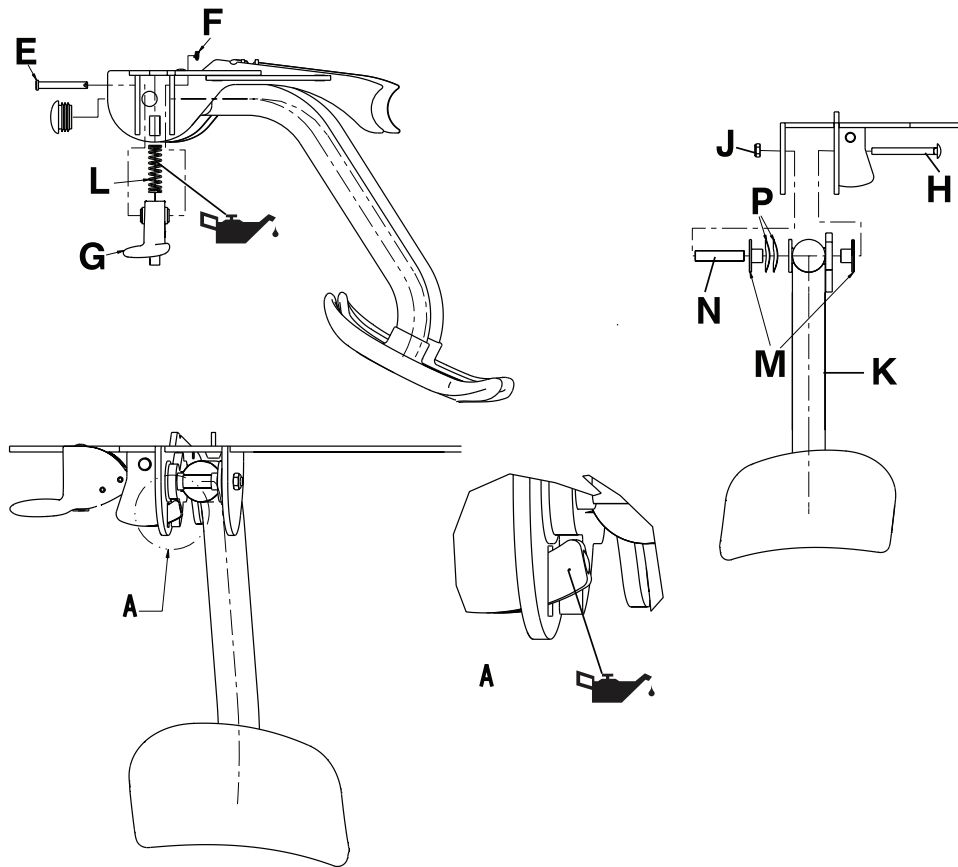

Figura 4-37: Componentes del reposapiernas
6. Con los alicates de punta fina, retire el pasador de chaveta Rue Ring (F) y el pasador de sujeción (E) que fijan los conjuntos de pasadores del reposapiernas (G) a ambos lados de la pieza soldada de la placa de montaje del reposapiernas (D). Retire los conjuntos de pasadores del reposapiernas (G) y los muelles de compresión (L) a ambos lados de la pieza soldada de la placa de montaje del reposapiernas (D) (Figura 4-37 de la página 4-57). Guarde los conjuntos de pasadores del reposapiernas, los muelles, los pasadores de chaveta Rue Ring y los pasadores de sujeción.
7. Con una llave inglesa de 7/16 in, retire la tuerca hexagonal con seguro de nylon (J) y el tornillo (H) que fijan el conjunto del reposapiernas (K) a la pieza soldada de la placa de montaje del reposapiernas (Figura 4-37 de la página 4-57).
8. Retire las dos arandelas (P), los dos manguitos (M) y el separador de pivotación del reposapiernas (N) al retirar el conjunto del reposapiernas (Figura 4-37 de la página 4-57). Guarde todas las piezas.
- a. Utilice lubricante Syntech, lubrique el muelle de compresión (L) y la punta del pasador (Figura 4-37 de la página 4-57) si es necesario.
- b. Instale las arandelas (P) en el manguito (M) antes de colocarlas en el conjunto del reposapiernas.
2. Con una llave de combinación de 7/16 in, apriete o afloje la tuerca hexagonal con seguro de nylon (J) en incrementos de cuarto de vuelta. (Figura 4-37 de la página 4-57).